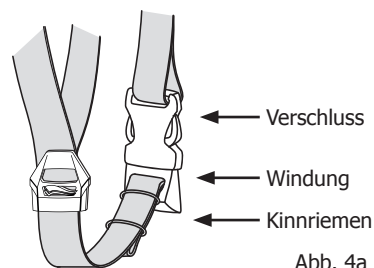

Abb. 4a
- Ist der Kinnriemen zu locker, muss er mit Hilfe der Windung am Verschluss (Abb. 4a) nachgezogen werden.
- Ist der Kinnriemen zu eng, muss er ebenfalls mit Hilfe der Windung am Verschluss gelockert werden. (Abb. 4a)